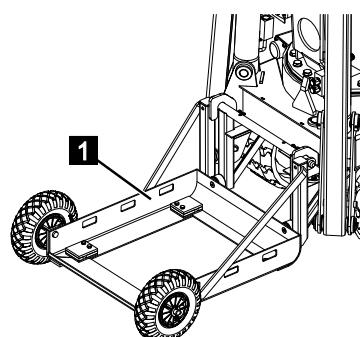

Abb. 31
- Der Aggregateträger (Abb.31/1) dient zur Aufnahme eines optionalen Generators. Er ist schwingend gelagert und kann demontiert werden. Der Generator muss mit Sicherheitsgurten am Aggregateträger fixiert werden.